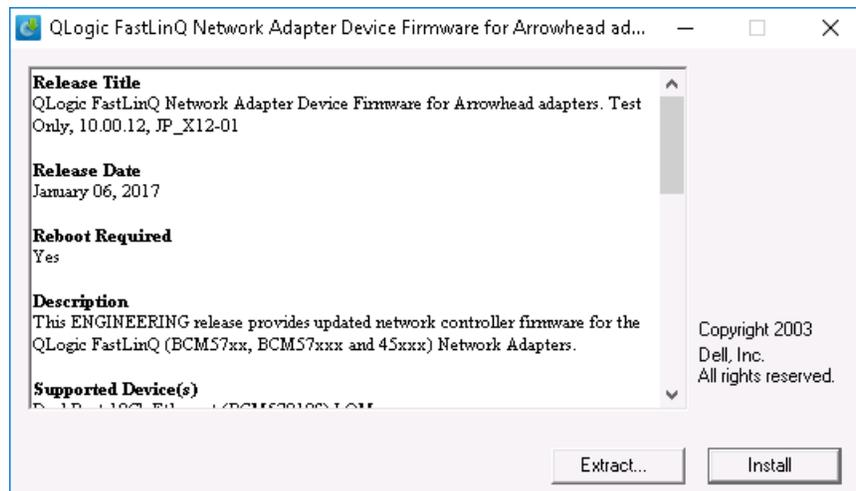

Abbildung 3-1. Dell Aktualisierungspaket-Fenster
2. Klicken Sie im Fenster des Dell Aktualisierungspakets (Abbildung 3-1) auf **Install** (Installieren).